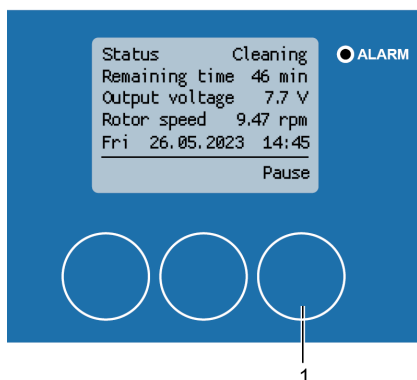

Abbildung 164: Pausieren des Reinigungsprozesses
1. Drücken Sie [*Pause*] (Abbildung 164/1), um den Reinigungsprozess zu unterbrechen.